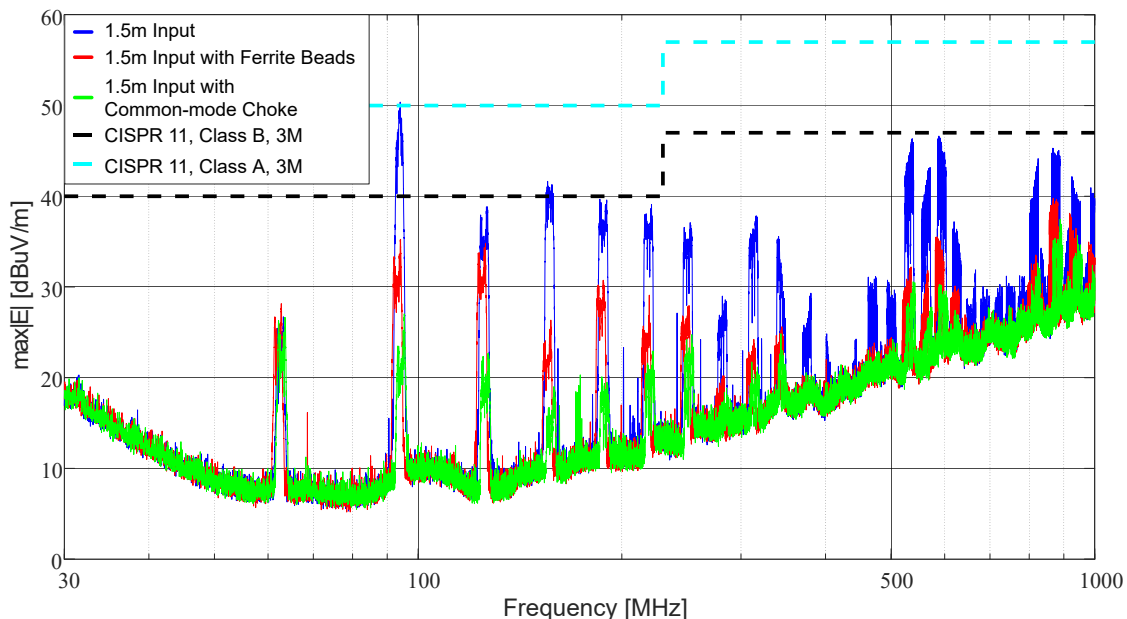
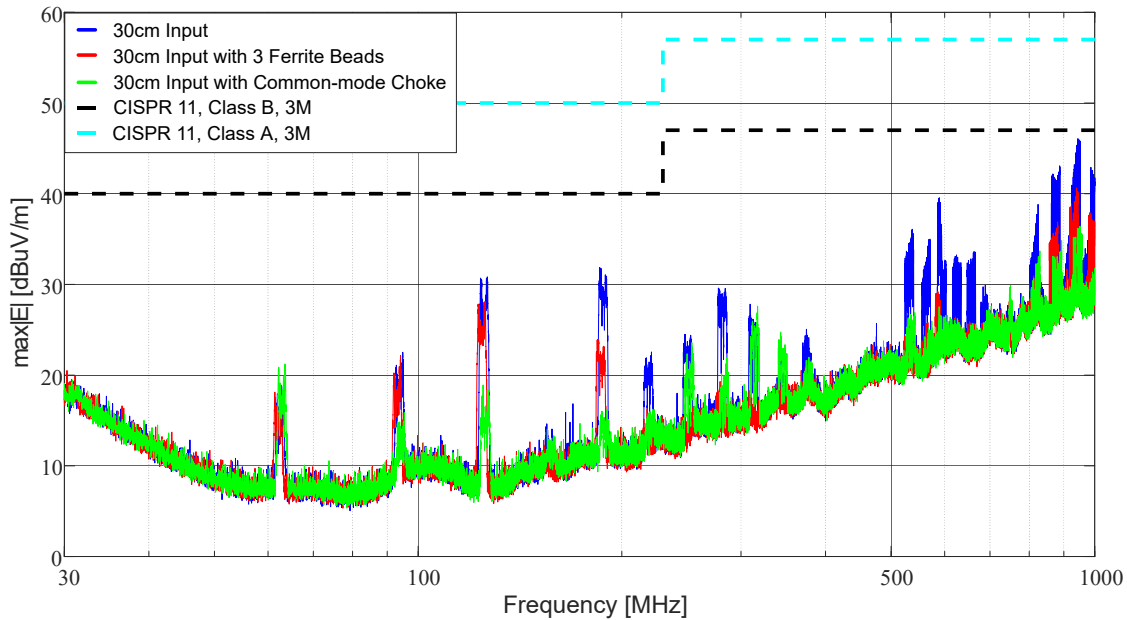

図 3-1. AMC3301EVM CISPR 11 測定、1.5m 入力
図 3-2. AMC3301EVM CISPR 11 測定、30cm 入力
1.5m 入力および 30cm 入力に対してフェライトビーズまたはコモンモードチョークを追加する利点を示すには、それぞれ 図 3-1 と 図 3-2 を参照してください。これらのテストでは、ウルトエレクトロニクス (Würth Elektronik) の 74269244182 フェライトビーズと、村田製作所の DLW31SN222SQ2 コモンモードチョークを直列に入力接続に追加しました。
図 3-1 に、1.5m 入力の放射エミッションを示します。フェライトビーズやコモンモードチョークがない場合は青で示しており、CISPR 11 class B の制限に違反しています。フェライトビーズによる減衰の利点を赤、コモンモードチョークを緑で示しています。フェライトビーズとコモンモードチョークはどちらも、放射エミッションを大幅に減衰させるので、AMC3301EVM は CISPR 11 class B のテストに合格することが可能です。
図 3-2 に、30cm 入力の放射エミッションを示します。すべてのテスト ケースは、青色で示すようにフェライトビーズやコモンモードチョークを使用しない状況も含め、CISPR 11 class B のテストに合格しています。これは、この試験に合格するために追加の部品は必要ではないことを意味しており、減衰の利点を示すために、フェライトビーズを使用した測定結果を赤、コモンモードチョークを緑で表示しています。